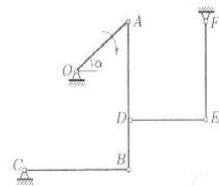

Рис. 6
**Задача 6.** Механизм состоит из пяти шарнирно соединенных стержней. Три шарнирные опоры крепят механизм к основанию. В указанном положении механизма (рис. 6) известна угловая скорость стержня  $OA$ :  $\omega_{OA_z} = -6 \text{ с}^{-1}$ . Дано:  $OA = 5 \text{ см}$ ,  $AB = 9 \text{ см}$ ,  $BC = 8 \text{ см}$ ,  $BD = 3 \text{ см}$ ,  $DE = EF = 6 \text{ см}$ ,  $\cos \alpha = 4/5$ . В данный момент стержень  $DE$  горизонтальный, стержни  $AB$  и  $FE$  вертикальные. Найти угловые скорости всех звеньев механизма.